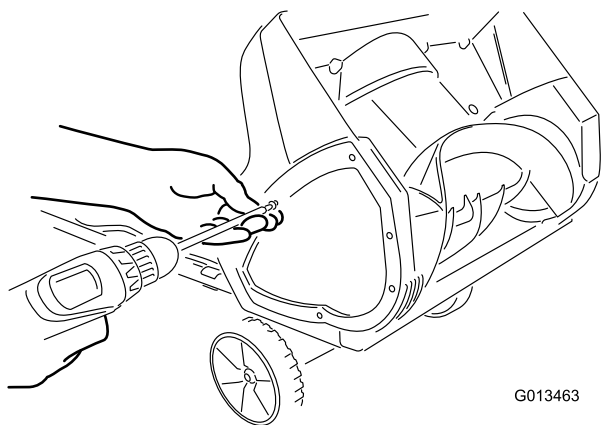

Рисунок 15
1. Выверните винты крепления правой пластины к раме машины (Рисунок 15).